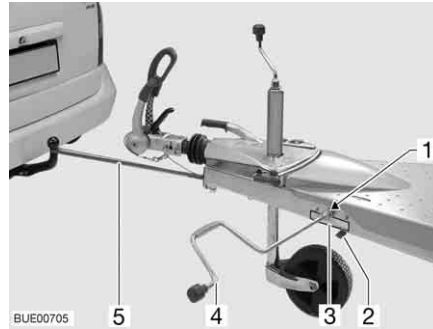

Bild 6 Ankupplhilfe Easy-Pull
- Den Sperrhebel (Bild 6,2) in Offenstellung bringen.
- Das Gurtband mit Haken (Bild 6,5) nach vorne herausziehen, um den Kugelkopf der Anhängerkupplung des Zugfahrzeugs legen und arretieren.
- Den Sperrhebel (Bild 6,2) in Schließstellung bringen.
- Die Kurbel für die Kurbelstützen des Caravans (Bild 6,4) auf den Sechskant (Bild 6,1) der Kurbelvorrichtung stecken und drehen. Dabei die Drehrichtung gemäß Aufkleber (Bild 6,3) beachten.